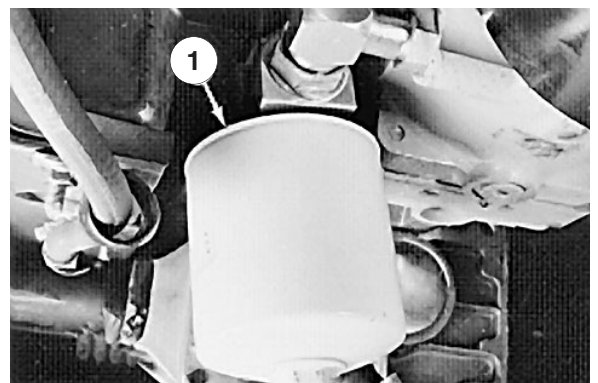

Figure 49
1. Nettoyez les alentours de la surface de montage du filtre à huile hydraulique. Sortez le filtre de la base (Fig. 49) et nettoyez la surface de montage du filtre.